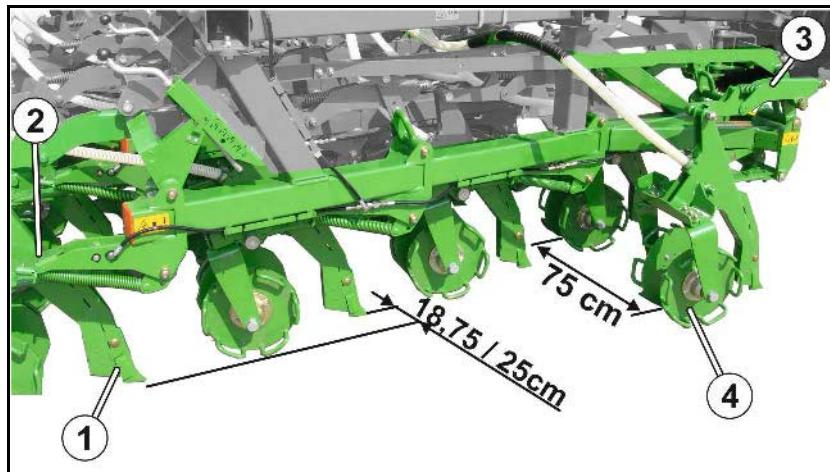

Рис. 39
Долотообразные сошники (Рис. 39/1) расположены в 4 ряда друг за другом со смещением. Таким образом, расстояние между соседними сошниками составляет 75 см. Расстояние между рядами – 18,75 см.
- существует возможность уклонения в горизонтальной плоскости благодаря нижней тяге из пружинной стали (Рис. 39/2);
- существует возможность уклонения в вертикальной плоскости с помощью изгибающейся верхней пружинной стальной тяги (Рис. 39/3).
Глубина заделки посевного материала определяется регулировкой глубины долотообразных сошников (Рис. 39/1). Установленная глубина передается на расположенные за долотообразными сошниками двойные диски (Рис. 39/4).